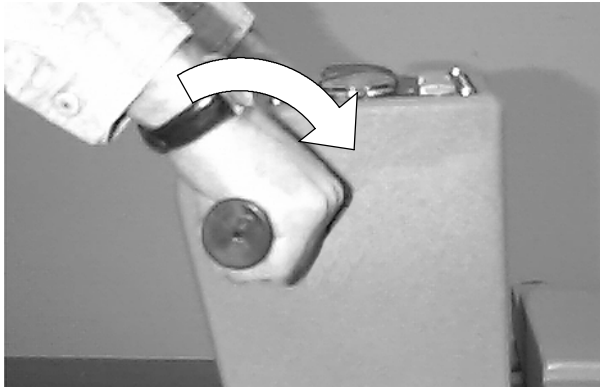

FIG. 10
2. Tournez les poignées de commande vers l'avant pour abaisser le patin contre le sol et faire démarrer le moteur du patin (Figure 10).